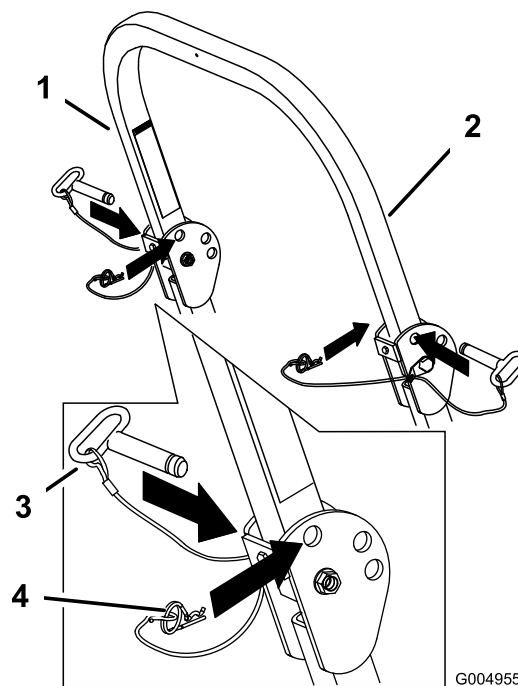

Рисунок 11
1. Извлеките шплинты и снимите два штифта (Рисунок 11).
3. Вставьте 2 штифта и закрепите их шплинтами (Рисунок 11).
2. Поднимите защитную дугу в вертикальное положение, вставьте два штифта и закрепите их шплинтами (Рисунок 11).